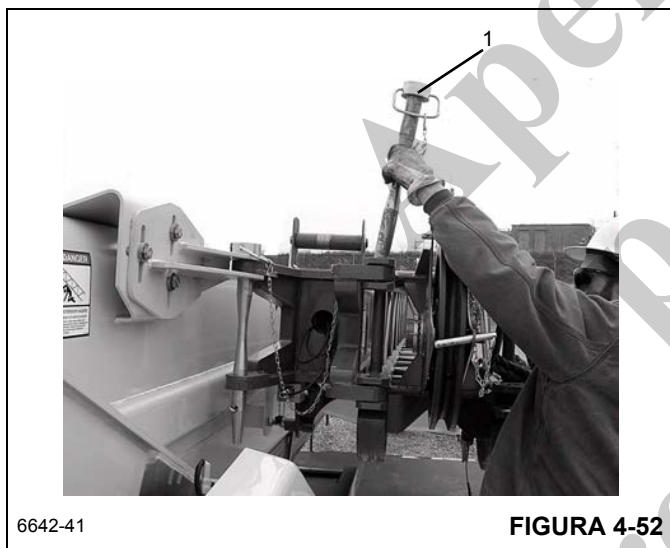

FIGURA 4-52
15. Se a seção de 23 pés (7 m) de duas seções não foi usada, remova o pino de armazenamento de duas seções (1, Figura 4-52) e instale-o na conexão da treliça/duas seções. Instale o grampo de retenção no pino.